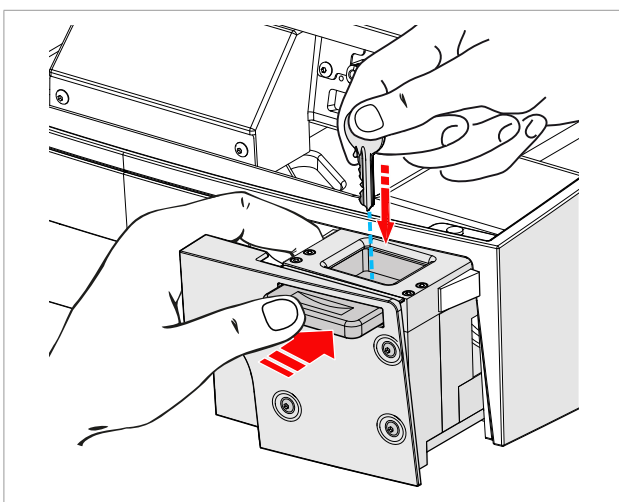

Bild 65
- 3) Mit der anderen Hand den auszulesenden Schlüssel einsetzen (Bild 65).